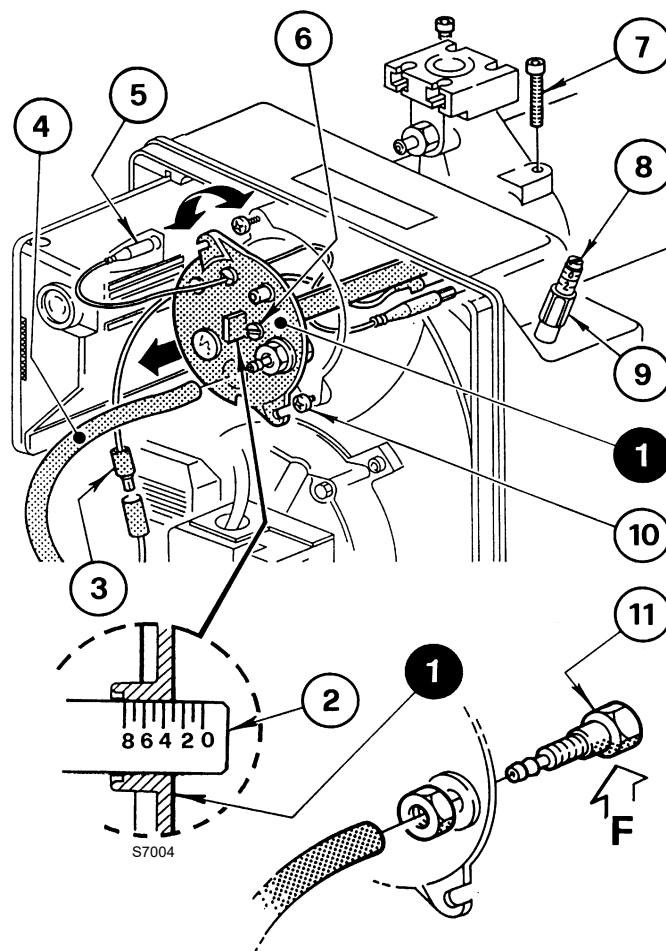

Abb. 13
Sie erfolgt, indem die Stellschraube 6)(Abb. 13) im oder gegen den Uhrzeigersinn gedreht wird, bis die Raste am Stellbügel 2) mit der Außenfläche des Kopfblocks 1) übereinstimmt.
In Abb. 13 ist der Stellbügel für den Kopf auf die Raste 3 geeicht.
Für die Entnahme des Kopfblocks (Abb. 13) wie folgt vorgehen:
Für den Wiedereinbau die obigen Angaben in umgekehrter Weise ausführen und den Kopfblock 1)(Abb. 13) wieder an seinem ursprünglichen Platz anbringen.
Die Schrauben 7)(Abb. 13) bis zum Anschlag eindrehen, aber nicht festziehen; Mit einem Anzugsmoment von 3 - 4 Nm festziehen.
Sollte sich die Druckentnahmestelle 11)(Abb. 13) unbeabsichtigt lockern, wird empfohlen die richtige Befestigung zu überprüfen, also sicherzustellen, dass das Bohrloch (F) (Abb. 13), das sich im Kopfblock 1)(Abb. 13) befindet, nach unten zeigt.